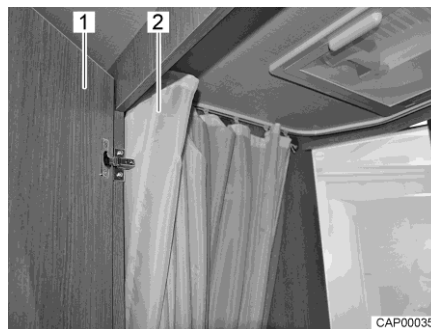

Fig. 126 Cuarto de aseo con ducha
- Para ducharse, cerrar la puerta (Fig. 126,1) y correr la cortina de ducha (Fig. 126,2) completamente para que todas las paredes estén protegidas.